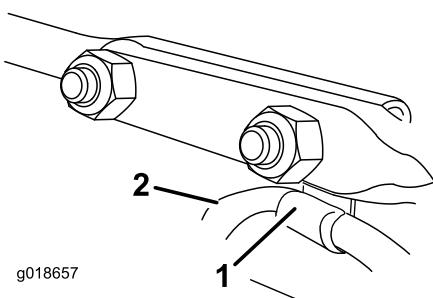

Рисунок 16
- Установите зажим, который поддерживает тросик дефлектора, под головку переднего каретного болта и закрепите болты контргайками из комплекта крепежных деталей (Рисунок 16).